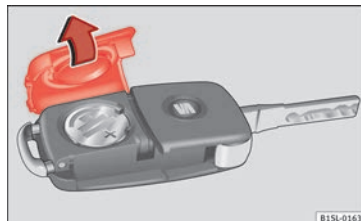

Bild 99 Bilnyckeln: lucka på batterifack
- Öppna och ta bort fjärrkontrollens batteri-löck » bild 99 i pilens riktning » ❶.
- Montera batterilocket och tryck ned det i pi-lens riktning » bild 99 tills det snäpper fast.
❶ VIKTIGT